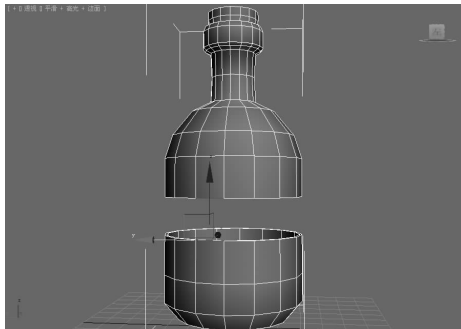
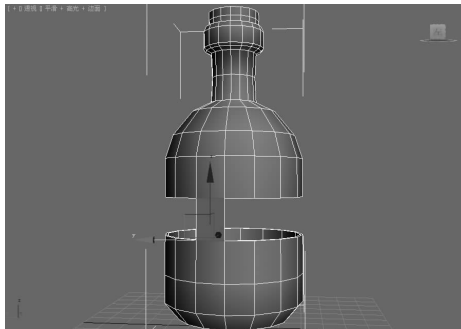

图 5-38 选择边 ▲
图 5-39 连接边界边 ▲
- 桥:连接对象的边界边。在视图中选中需要连接的两条边,单击该按钮就可以在两条边之间生成一个面;也可以单击右边的  按钮,在弹出的“跨越边界”对话框中选择边或为连接的面添加分段。如图 5-38 所示为选中需要连接的边,单击该按钮后的效果如图 5-39 所示。